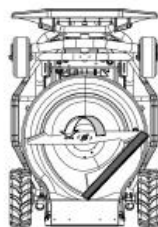

Figura 01
3. Utilizzare un blocco di legno o un dispositivo di posizionamento adeguato per mantenere la lama ferma, come mostrato nella Figura 01.